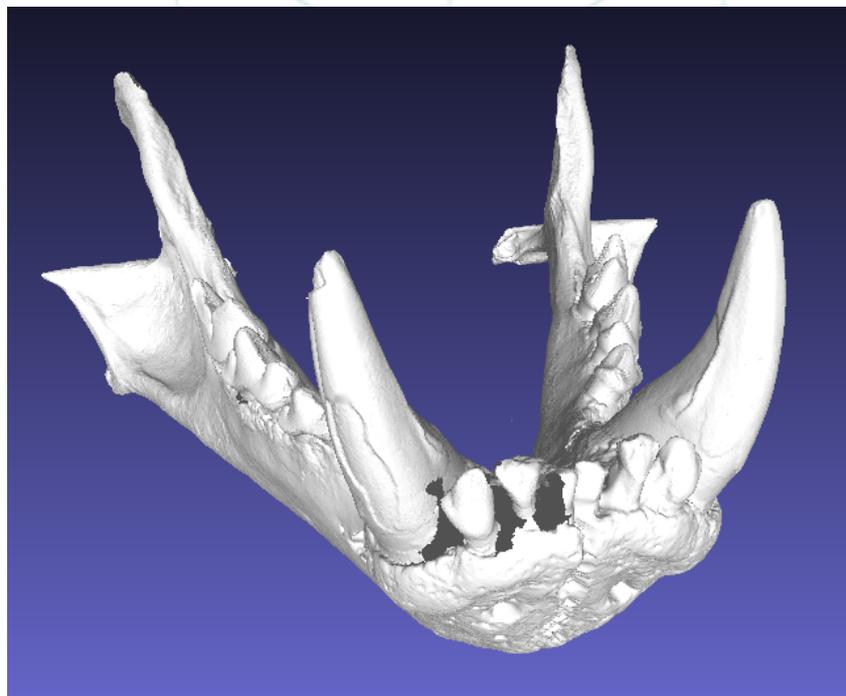

Figura 12 Modello digitale, risultato della scansione 3D [28]
- [28] Figura 12: Modello digitale, risultato della scansione 3D. Fonte: CETEM